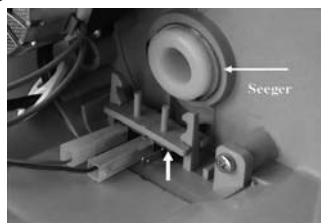

Fig. 12
• Particolari in plastica danneggiati. Aprire il box e verificare l'integrità delle parti in plastica di sostegno al micro switch (Fig. 12).
• Micro switch danneggiato. Aprire il box e verificare (Fig. 12): l'integrità del micro switch; il suo corretto posizionamento; il corretto posizionamento dei morsetti; l'integrità dei fili di collegamento; l'integrità della leva di azionamento del micro switch.
• La camma è fuori posizione. Aprire il box (Fig. 12) e verificare che il seeger metallico che trattiene la camma sia integro e ben posizionato nel suo alloggiamento. Verificare che la camma azioni la leva del micro switch (ruotandola a mano).
In fig. 12 sono ben visibili il micro switch, i suoi particolari meccanici di fissaggio e comando, e i morsetti di collegamento con il controller.